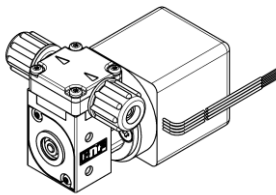

Fig. 6: optimale Einbaulage
- Einbaulage → Die Einbaulage der Pumpe kann prinzipiell frei gewählt werden. Für maximale Genauigkeit und schnelle Entlüftung die bevorzugte Einbaulage beachten (Fig.6).